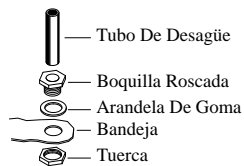

Fig. 5
- **Instale el montaje de desagüe.** Quite la tuerca y pase la boquilla por el agujero de la bandeja, colocando la arandela de goma entre la bandeja y la cabeza de la boquilla (véase fig. 5). Coloque la tuerca en la boquilla y atorníllela hasta que quede apretada contra la parte inferior de la bandeja. Inserte el tubo de desagüe en la boquilla para retener el agua. El tubo de desagüe se puede quitar para desaguar el agua de la bandeja cuando sea necesario. Se puede conectar una manguera de jardín a la boquilla para desaguar el agua hacia otra parte.